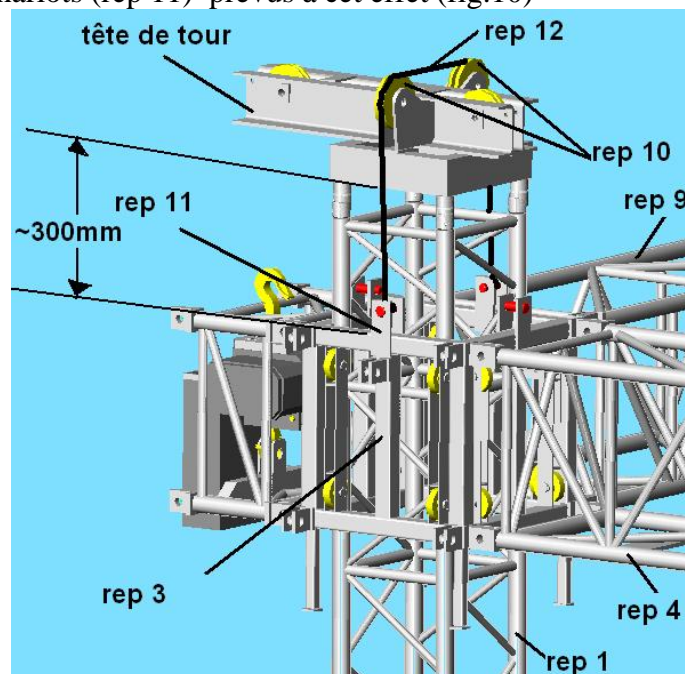

fig.10
- a) Une fois les chariots élévateurs (rep 3) arrivés en haut des mâts, à environ 300mm de la tête de tour, verrouiller les chariots à la tête de tour par l'intermédiaire d'un câble ou d'une chaîne (rep 12) passant par les poulies (rep 10) ; et d'attaches fixées sur les chariots (rep 11) prévus à cet effet (fig.10)